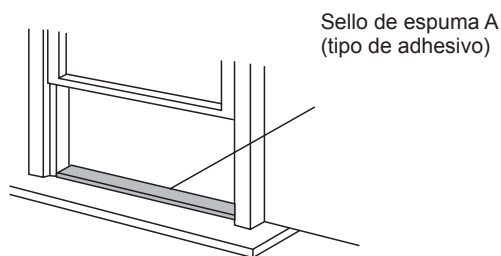

Fig. 10
1. Corte la longitud necesaria de sello de espuma (tipo adhesivo) y adhiéralo a la repisa de la ventana. Fig. 10.